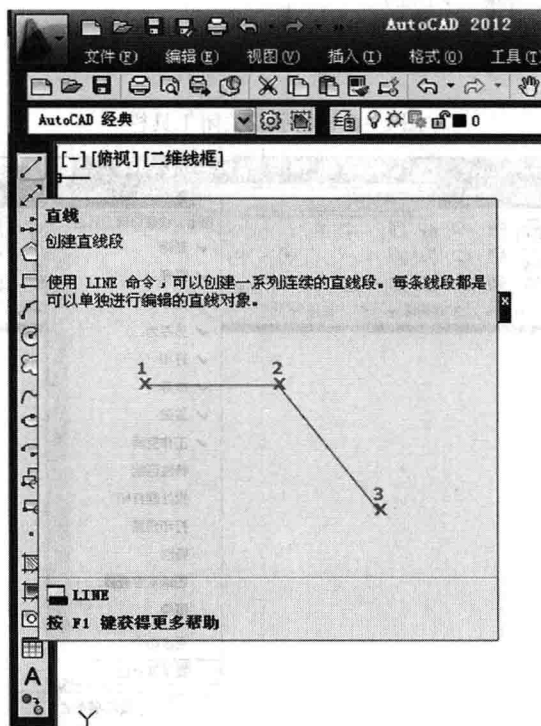

图 1-5 显示工具名称和提示
(4) 将光标移向“绘图工具栏”或“编辑工具栏”(窗口左、右两侧)的顶部,再按下鼠标左键并拖动鼠标,观察工具栏的移动情况。
(5) 鼠标指向某一绘图工具,如“直线”工具,观察屏幕显示该工具的名称和提示,如图 1-5 所示。单击某一绘图工具,如“直线”工具,观察命令提示行的变化。